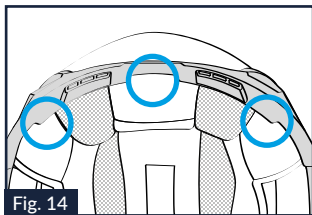

Fig. 14
9.3. Retourner correctement la bordure de la calotte et exercer une pression vers le bas au niveau des trois languettes avant (de gauche, centrale et de droite) jusqu'à ce qu'elles soient complètement accrochées au support. S'assurer que la zone avant du casque se présente de la façon illustrée sur la Fig. 14.